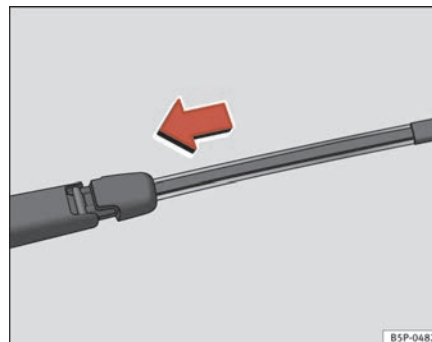

Fig. 180 Colocar a escova do limpa-vidros traseiro ▶
- Coloque a escova, como se indica na ⇒ página 242, fig. 180 e deslize o adaptador até que encaixe.